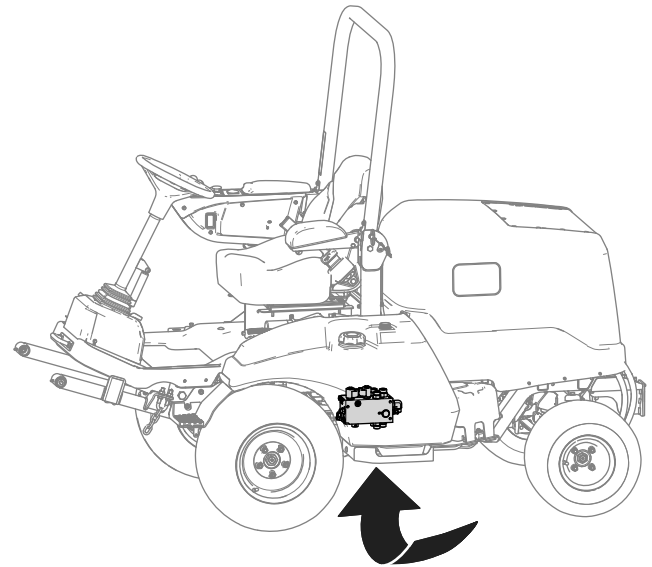

Figura 20
- Individuate il collettore di sollevamento sotto la macchina (Figura 20).